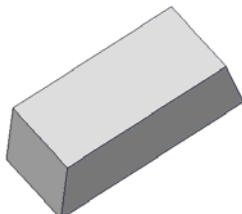

图 3-47 完成的拔模斜度特征
(4) 单击【确定】按钮即可完成拔模斜度特征的创建,如图 3-47 所示。